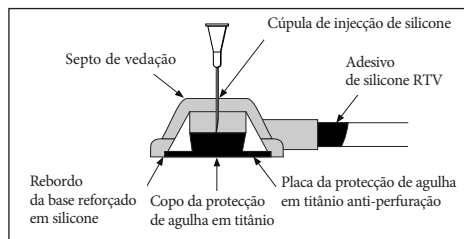

FIGURA 4
- b) Penetre no local de injecção até que a progressão da agulha seja interrompida pela protecção da agulha, conforme apresentado na Figura 4.